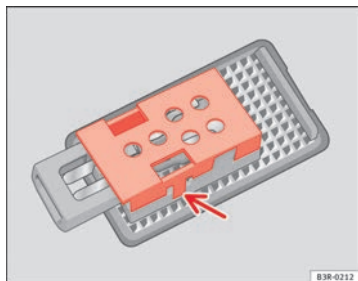

Abb. 221 Gepäckraum-
- Bauen Sie Schutzabdeckung aus und nehmen Sie die Glühlampe aus ihrer Aufnahme ⇒ Abb. 221. ■